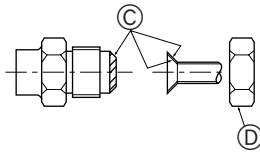

Fig. 5-4
Ⓐ (Fig. 5-4)
Ⓑ (Fig. 5-4)
5.5. Tubos de conexión (Fig. 5-4)